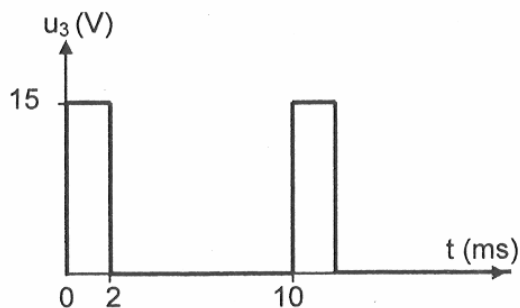

Figure 10
4.2.2 On applique à l'entrée du filtre une tension u_3 dont on donne l'évolution temporelle **figure 10**.